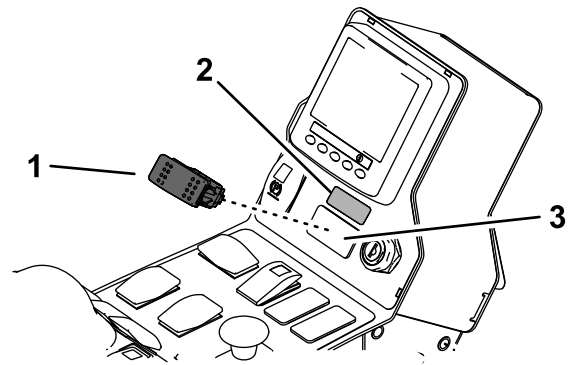

Bild 4
3. Entfernen Sie die Blende vom Armaturenbrett und setzen Sie den Schalter ein (Bild 4).
4. Bringen Sie den Hilfsbremsenaufkleber über dem Schalter an (Bild 4).